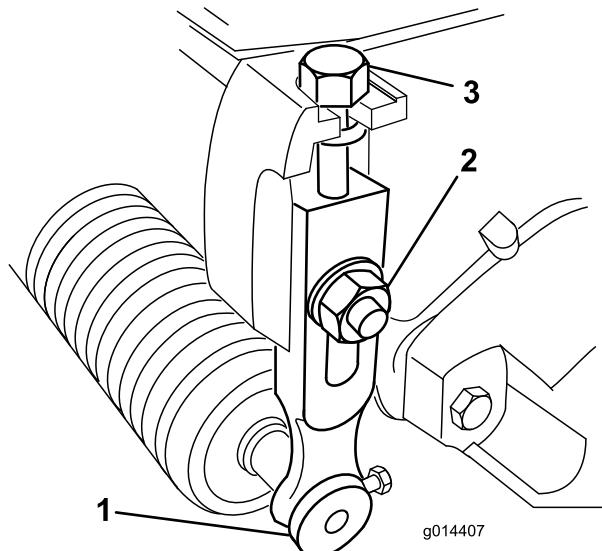

图9
1. 松开将剪草高度臂固定到滚刀组侧板上的锁紧螺母 (图9)。